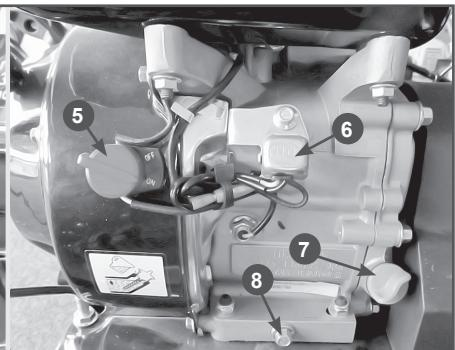

Рис.8 Основные узлы и органы управления двигателем
Основные узлы и органы управления двигателем приведены на Рис.8.
1. Откройте топливный кран, переместив рычаг топливного крана 4 (Рис. 8) в рабочее положение (ON).
2. При запуске двигателя закройте воздушную заслонку карбюратора рычагом 3 (Рис. 8).
3. Установите рычаг газа 2 (Рис. 8) в среднее положение.
4. Нажмите на праймер подкачки топлива 1 (Рис. 8) три раза. При запуске теплого двигателя праймер нажимать не надо.
5. Установите выключатель 5 (Рис. 8) в положение ON (Вкл.).